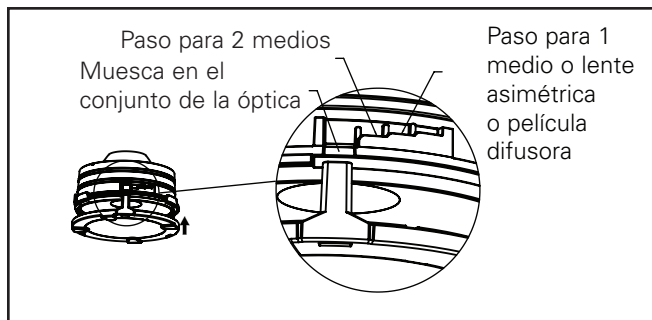

Figura 18
4. Introduzca la unidad de medios alineando la lengüeta del soporte de medios con la muesca en la unidad de la óptica (Figura 18).